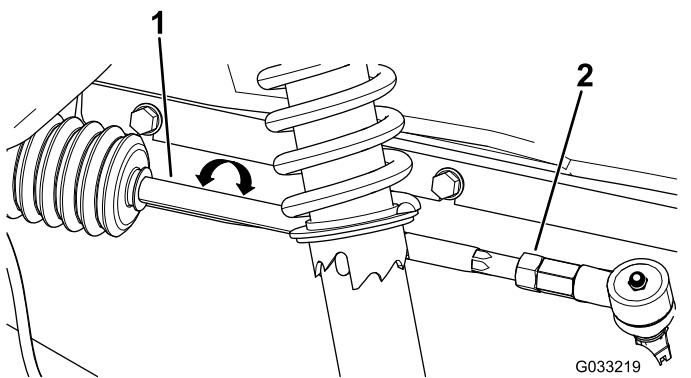

Figura 45
- Se a medição obtida não se situar entre 0 e 6 mm, desaperte as porcas de retenção nas extremidades das barras (Figura 45).